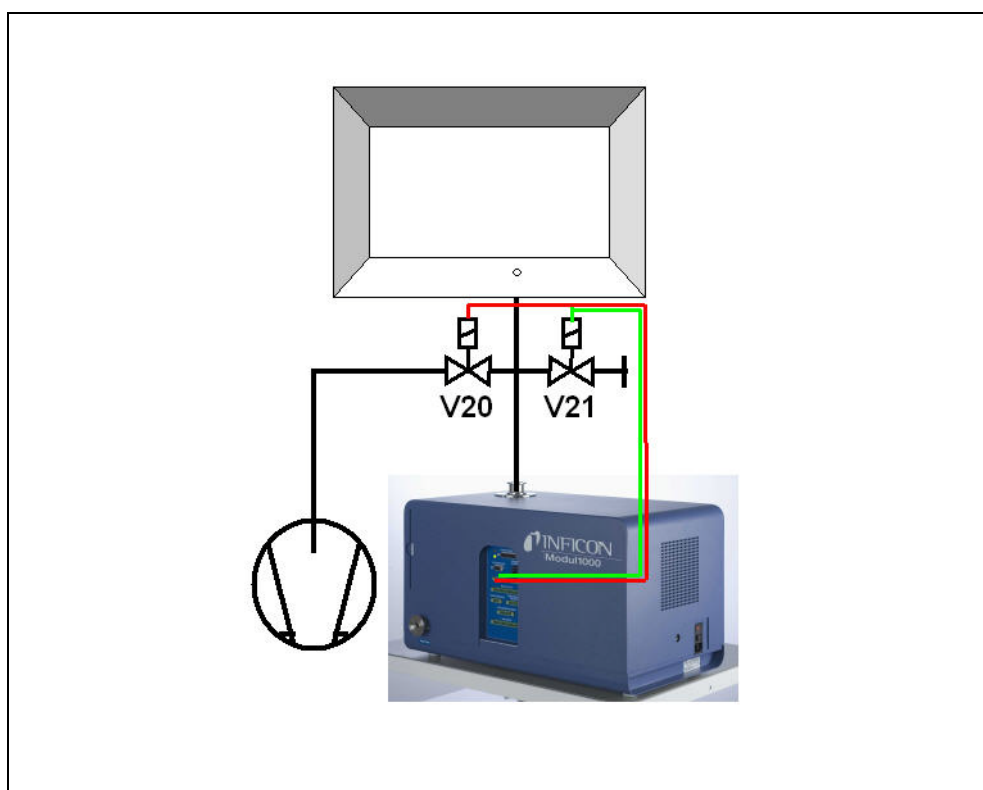

Abb. 5-1 Teilstrombetrieb
Die Vakuumkammer wird durch das Modul1000 evakuiert, wahlweise auch im Teilstrombetrieb (Abb. 5-1 Teilstrombetrieb). Das in der Vakuumkammer befindliche Prüfteil ist durch die Kammerwände hindurch mit der Heliumbefüllereinrichtung verbunden und wird im evakuierten Zustand der Vakuumkammer mit Helium beaufschlagt.
- 2** Nach dem Auslösen des START Signals beginnt das Modul1000 die Vakuumkammer zu evakuieren. Ist eine Teilstrompumpe an das Modul1000 angeschlossen, wird das Teilstromventil V20 (Abb. 5-1) angesteuert und der Prüfablauf entsprechend der Teilstromeinstellung durch die Teilstrompumpe unterstützt.
- 11** Im Anschluss wird die Vakuumkammer durch das Modul1000 (und das externe Flutventil V21 (Abb. 5-1), falls angeschlossen) auf Atmosphärendruck belüftet.